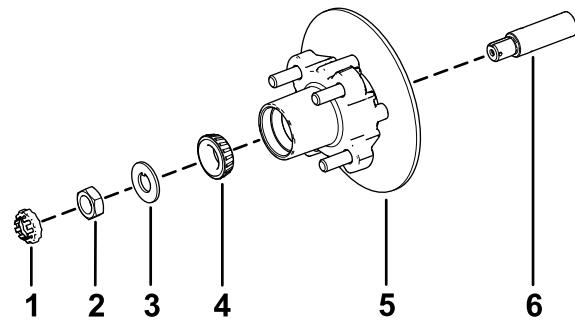

図 34
1. スピンドルに所定のグリスを薄く塗る図 34。
2. ハブとロータをスピンドルに取り付ける。ロータを内側にすること図 34。
3. スピンドルに外側ベアリングを取り付けてレースにはめる図 34。
4. スピンドルにタブワッシャを取り付ける図 34。
5. スピンドルにスピンドルナットを取り付け、ハブを回してベアリングを着座させながらナットを $15 \text{ N}\cdot\text{m} 1.52 \text{ kg}\cdot\text{m} = 11 \text{ ft-lb}$ に締めつける図 34。
2. ブレーキパッドをロータのそれぞれの側に合わせ図 30、キャリバーブラケットの穴と、スピンドルフレームのブレーキ取り付け部の穴を整列させる図 34。